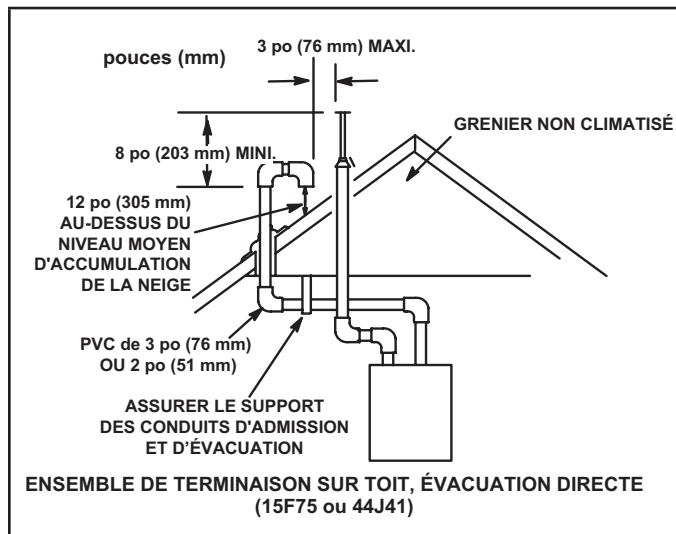

Figure 33
Les conduits d'admission et d'évacuation peuvent être acheminés soit horizontalement à travers un mur extérieur, soit verticalement à travers le toit. Pour les installations sous comble ou en placard, il est préférable d'utiliser une terminaison verticale à travers le toit. Les Figure 33 à Figure 40 illustrent des terminaisons typiques.
- 3 - Avec les terminaisons sur toit, le conduit d'admission doit comporter deux coudes à 90° et se terminer verticalement vers le bas (voir Figure 33).